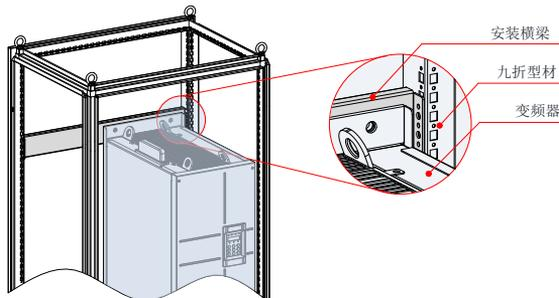

图 3-16 200kW~450kW 机柜 3D 示意图
2、CS710-4T200G(-L)~CS710-4T450G(-L) 装入九折型材 600mm 深机柜时，安装横梁必须向内弯折（如图 3-16 所示），借用立柱的空间（在装 800mm 深或以上标准机柜时，无此限制）。